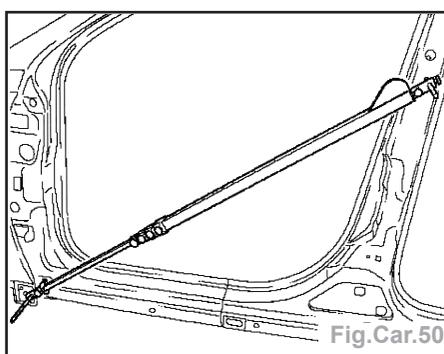

Fig.Car.50
- Mesurer le montant A (Fig.Car.50) :